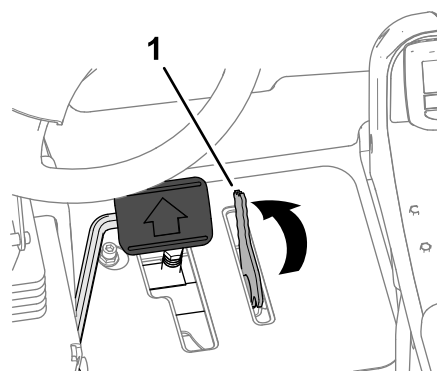

Figure 47
3. Avec le pied, poussez le levier du limiteur de vitesse de tonte en avant à la position TONTE (Figure 47).